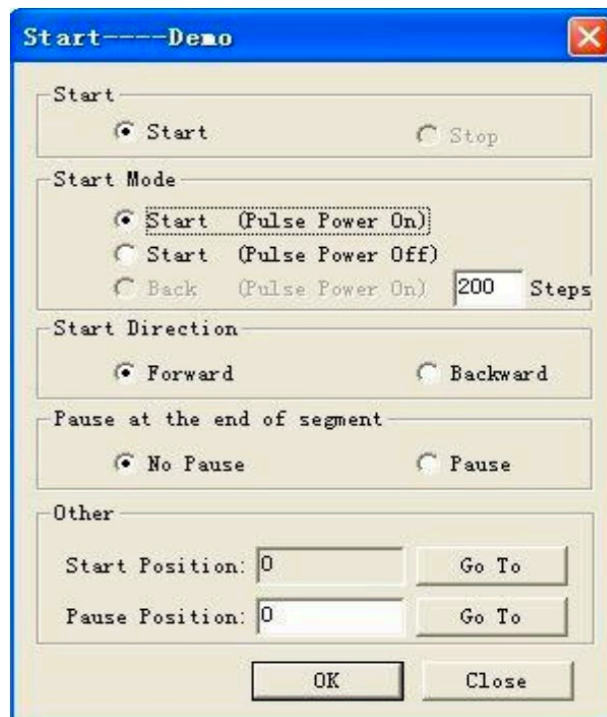

Рисунок 5.12 – Начало обработки
6) Начальное изображение (Рисунок 5.12): управляющая программа может отображать изображение правообладателя на экране загрузки после включения.
После выполнения описанных выше действий нажмите на кнопку *OK*, чтобы начать обработку. Кнопка *Start Process* изменится на *Pause Process*. Пользователь может нажать на кнопку, чтобы приостановить обработку. Откроется диалоговое окно (Рисунок 5.12), чтобы пользователь мог выполнить определенные действия.